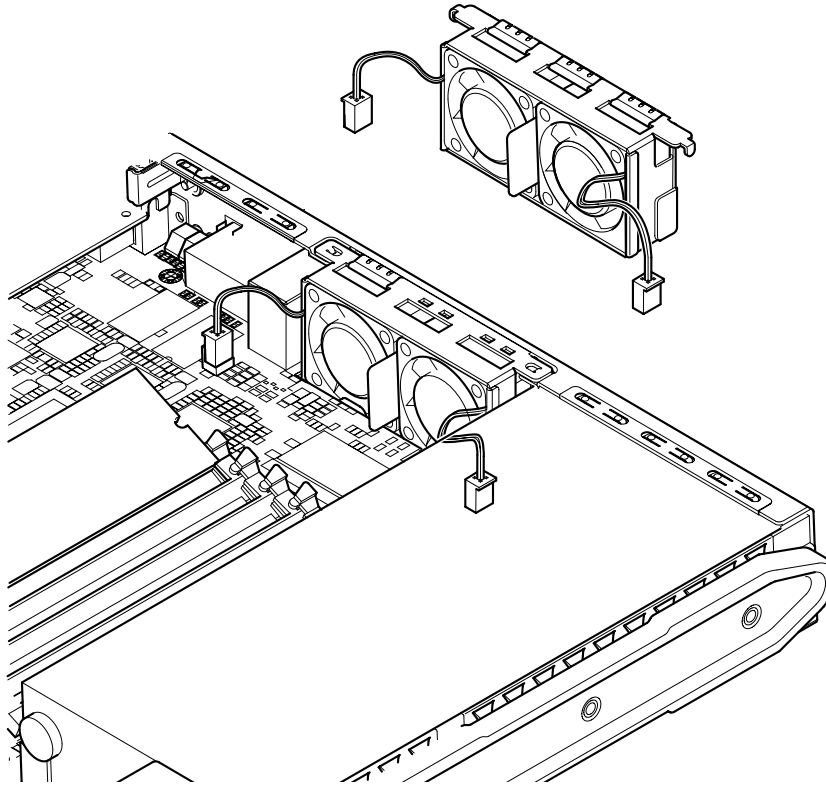

ABBILDUNG 11-10 Austausch der hinteren Lüfterbaugruppe (Lüfter 1 und 2)
2. **Sobald der Server geöffnet ist, auf einer Antistatikmatte steht, und Sie ein ordnungsgemäß geerdetes Antistatikarmband angelegt haben, ziehen Sie die Stromversorgungskabel der alten Lüfterbaugruppe von der Systemplatine ab (siehe ABBILDUNG 11-10).**
5. **Verbinden Sie die Lüfterkabel mit der Systemplatine (siehe ABBILDUNG 11-10).**